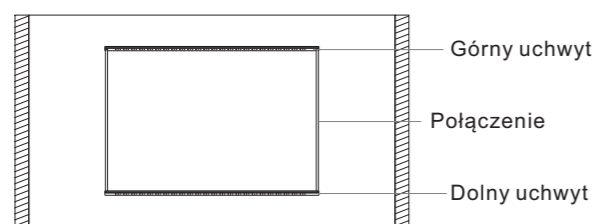

Rysunek 8
1. Każdy ekran posiada zestaw uchwytów. Każdy uchwyt posiada odpowiednią liczbę otworów (po trzy otwory na grupę). Zobacz rysunek 8.